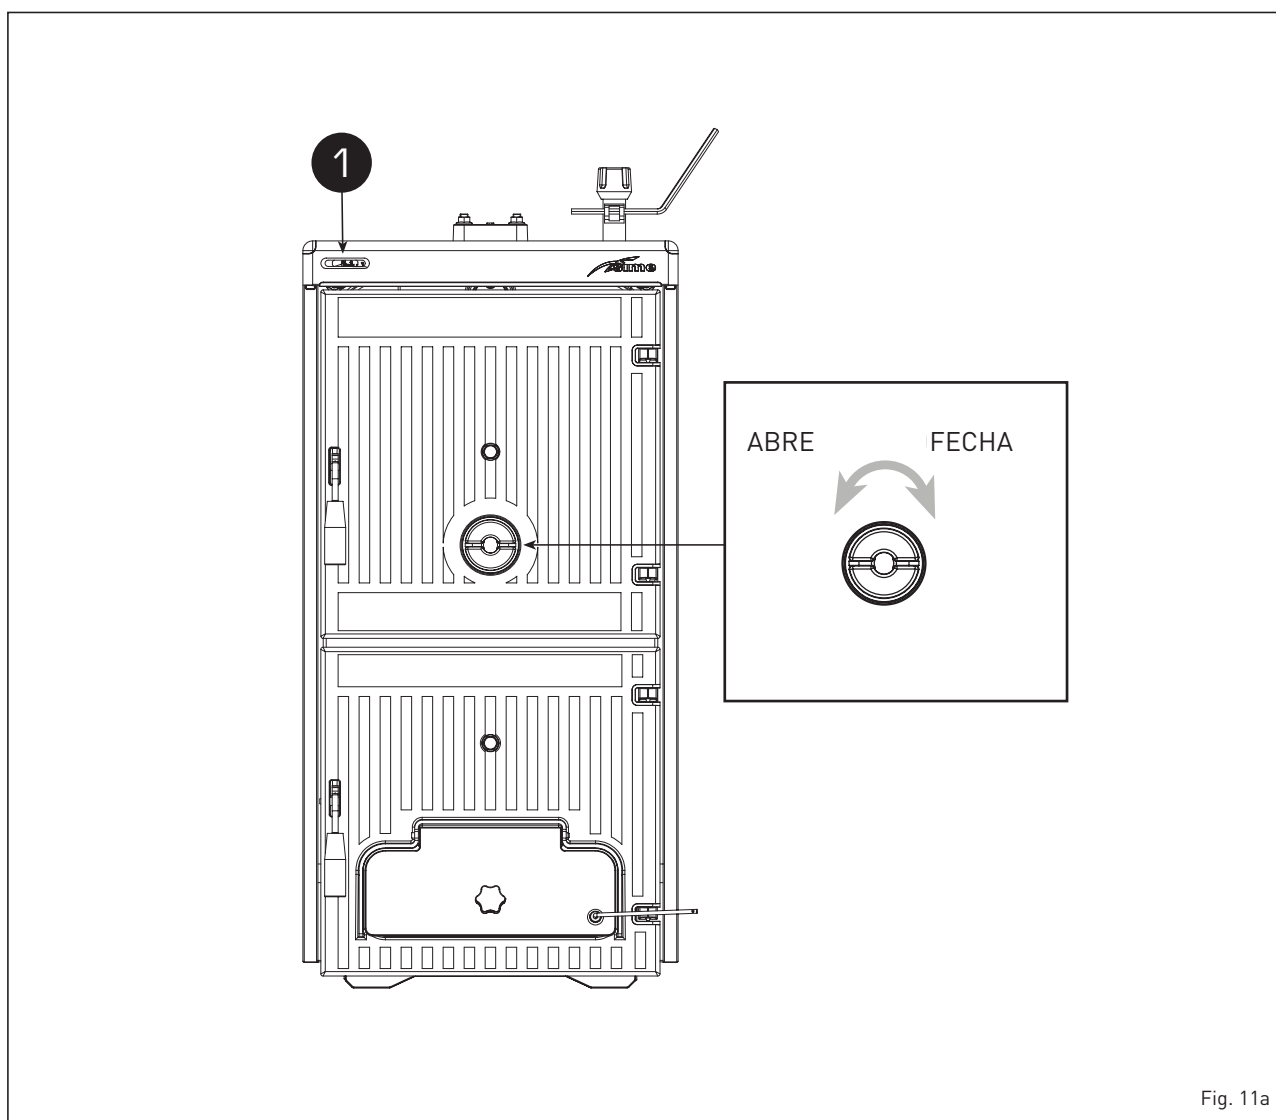

Fig. 11a
5.3 REGULAÇÃO DE AR (fig. 11a-11b)